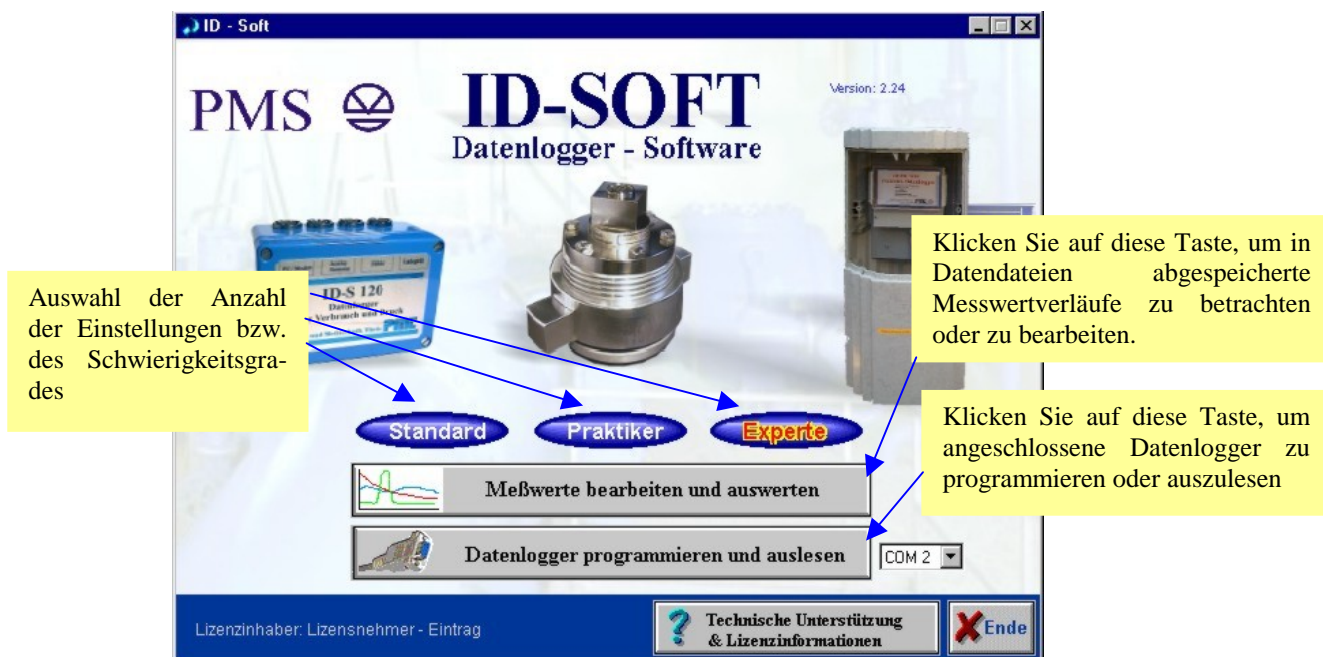

Abbildung 1 Startbild der ID-Software
Das ID-SOFT Programm wird durch einen Doppelklick auf das Symbol  aufgerufen. Der Startbildschirm erscheint (siehe Abbildung 1).
- Betätigen Sie die Tasten **beenden** bzw. **zurück**, bis Sie wieder das Startbild sehen (Abbildung 1).